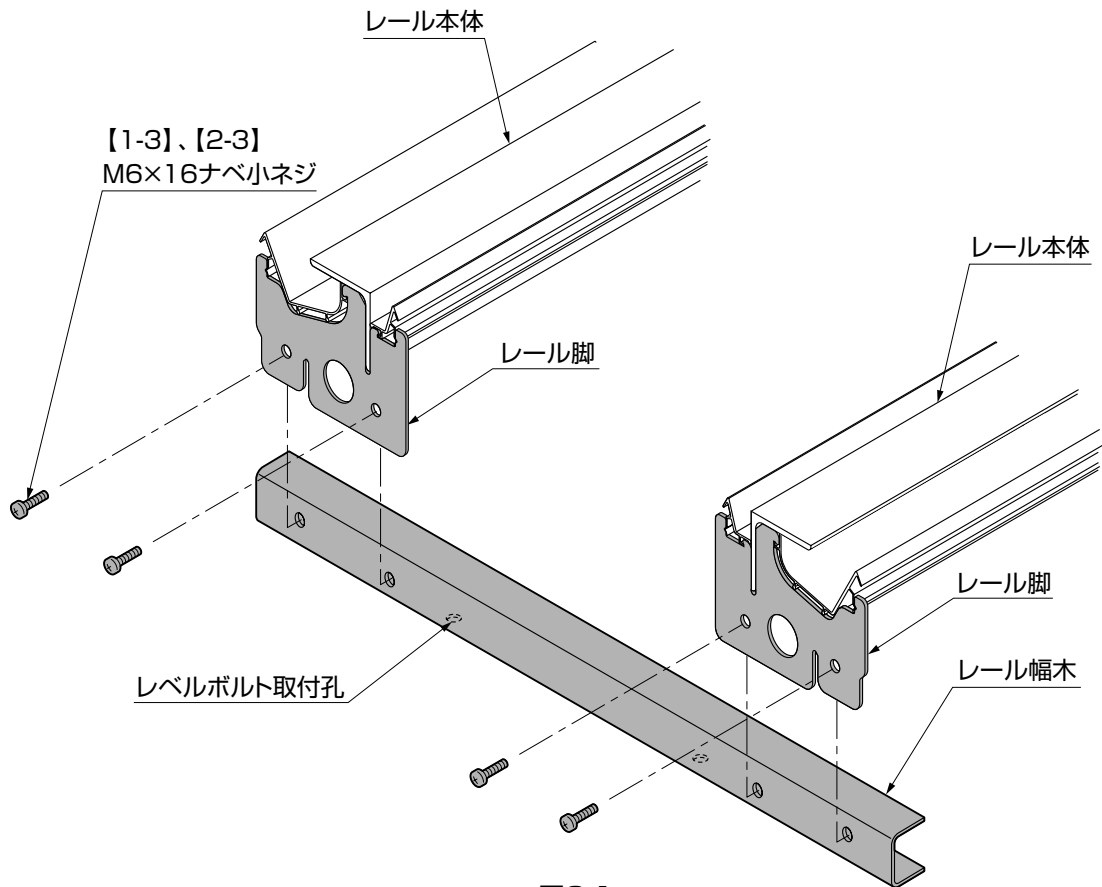

図3-1
- ①レール本体のレール脚部分に【1-3】（【2-3】）でレール幅木を取付けてください。レール幅木はレベルボルト取付孔が下向きになるように取付けます。（図3-1参照）